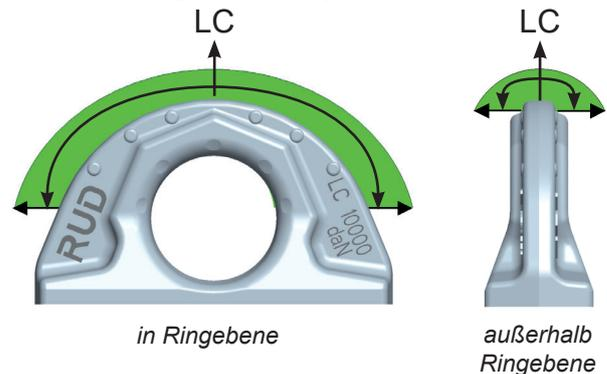

Abb. 1: zulässige Zugrichtungen
- Bringen Sie die Zurrpunkte L-ABA in Zugrichtung an (vgl. Abb. 1 zulässige Zugrichtungen).